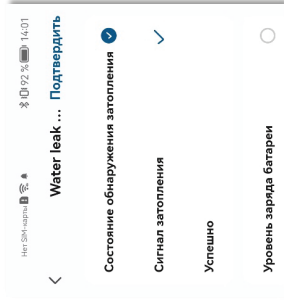

Рисунок 16.
- 4) Далее выберите функцию «**Water leak sensor**» -> «**Состояние обнаружения затопления**» («Alarm») (рис. 16). Таким образом было создано событие «**Если**» при активации аварийной ситуации от стороннего датчика протечки (рис. 17).